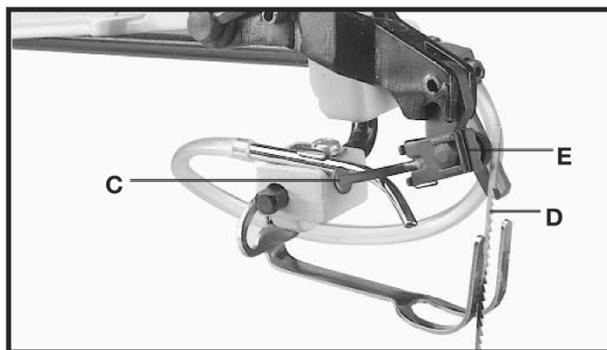

Fig. 22
3. Empurre a alavanca de travamento do mandril Fig. 22, para trás, conforme a ilustração. Esse procedimento irá desprender a lâmina do mandril superior.
8. Empurre a alavanca de travamento do mandril (C) Fig.22, para a posição inicial, para travar a lâmina no conjunto superior do prendedor da lâmina.
1. Acione a alavanca de travamento do mandril (C) Fig. 22, para a posição traseira, conforme mostra a ilustração.